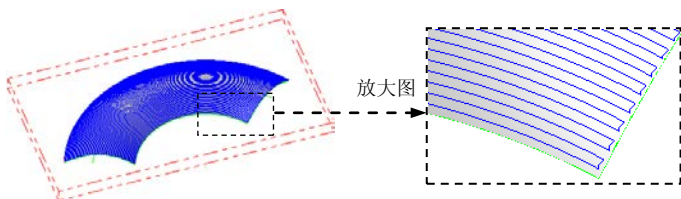

图 6.12.7 工件加工刀路
(3) 完成参数设置。对话框中的其他参数设置保持系统默认设置，单击“曲面精车-熔接”对话框中的  按钮，同时在图形区生成图 6.12.7 所示的刀路轨迹。
(1) 在“操作管理”中单击上一步创建好的刀路节点，系统弹出“刀路模拟”对话框及“刀路模拟控制”操控板。
(2) 在“刀路模拟控制”操控板中单击  按钮，系统将开始对刀具路径进行模拟，结果与图 6.12.7 所示的刀具路径相同，在“刀路模拟”对话框中单击  按钮。